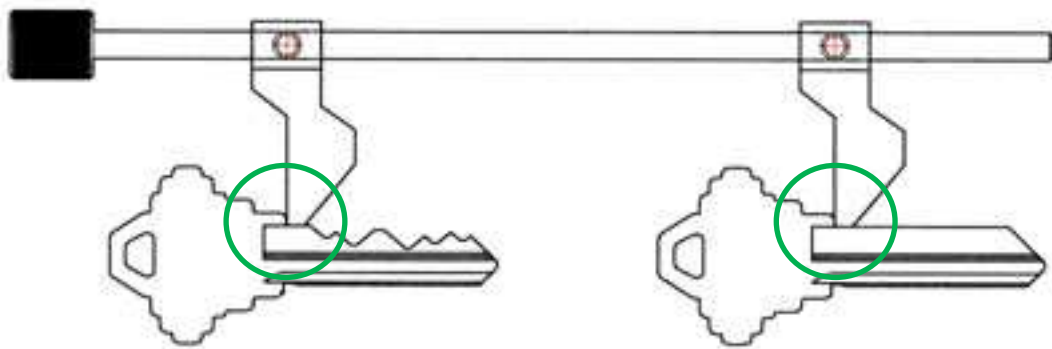

Figura 17
- 4) Mueva el calibrador de llave hasta que el tope derecho del calibrador de llave choque con el tope superior de la llave colocada en la mordaza derecha. Después, sin mover la barra ni el tope derecho de su posición, deslice solo el tope izquierdo del calibrador de llave hasta que choque con el tope superior de la llave colocada en la mordaza izquierda (ver figura 17).